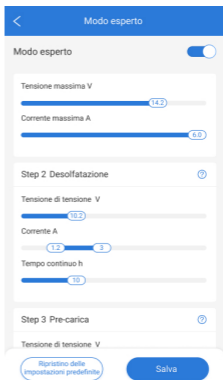

Figura 3.3.3
4. Se la modalità fai-da-te non soddisfa le tue esigenze, puoi selezionare la modalità esperto. In cui puoi personalizzare ulteriormente la modalità di ricarica. Soddisfa i tuoi requisiti di ricarica impostando la tensione, la corrente, la durata e il numero di cicli per ogni fase di ricarica. (Vedi figura 3.3.3)